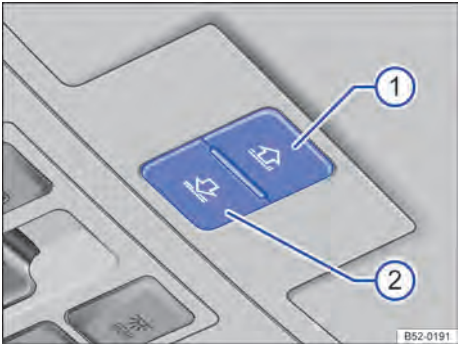

Fig. 55 No revestimento do teto: botões para a cortina de proteção solar.
Os botões → Fig. 55 1 e 2 são de 2 níveis. No 1º nível, a cortina de proteção solar pode ser totalmente ou parcialmente aberta ou fechada.
Função	Ação → Fig. 55
- *Cortina de proteção solar*: dentro de aproximadamente 5 segundos após a liberação do limitador de força, pressionar o botão → Fig. 55 ⓘ o tempo necessário até que a cortina de proteção solar esteja completamente fechada.